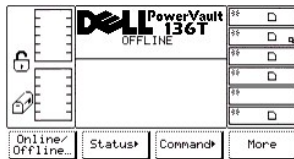

Figure 17. Dialogue Offline
- 1 Le dialogue Offline s'affiche. Voir la Figure 17.